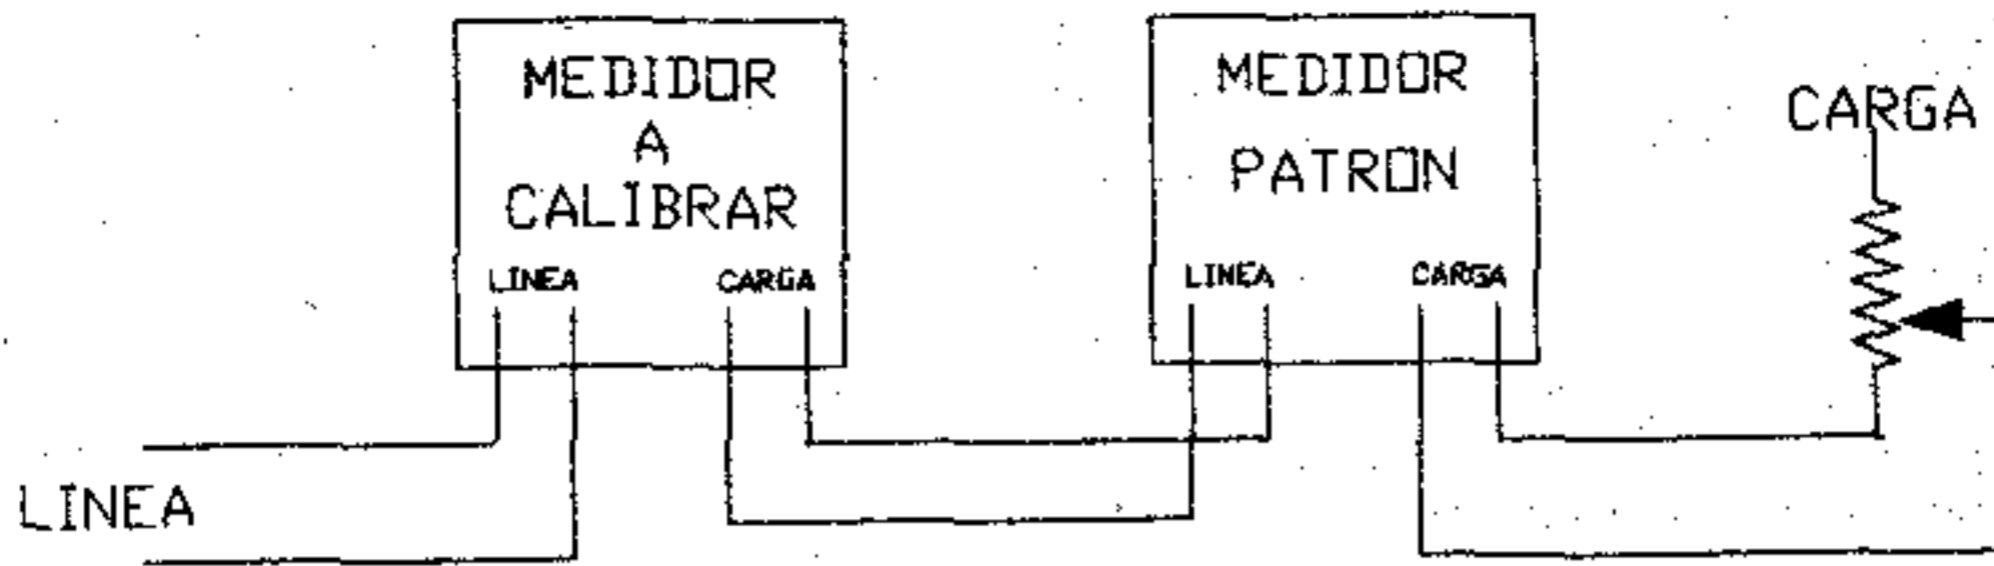

Figura 7
a) Arme el circuito de la figura 7.